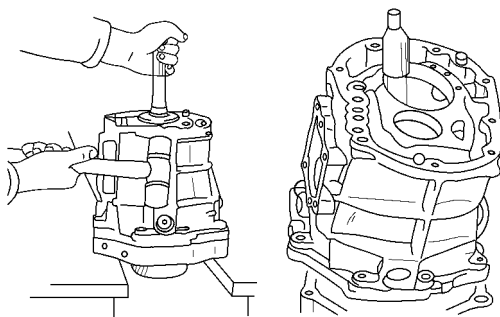

图 10-7 拆下变速器
- (1) 拆下分离叉和轴承。
- (2) 拆下倒车灯开关和车速表传动软轴 (2WD)。
- (3) 从变速器外壳拆下离合器壳体。
- (4) 拆下换挡杆轴壳体部件。
- (5) 拆下分动器连接体。
- (6) 拆下前轴承护圈。
- (7) 使用弹簧卡环钳拆下两个弹簧卡环。
- (8) 将中间板从变速器外壳上分开。如图 10-7 所示固定位变速器，使用塑料锤子小心地敲出变速器外壳，从中间板上拆下变速器。
(9) 将中间板固定在台虎钳上。使用两个离合器壳体螺栓、平板垫圈和适当的螺母，将中间板固定在台虎钳上。